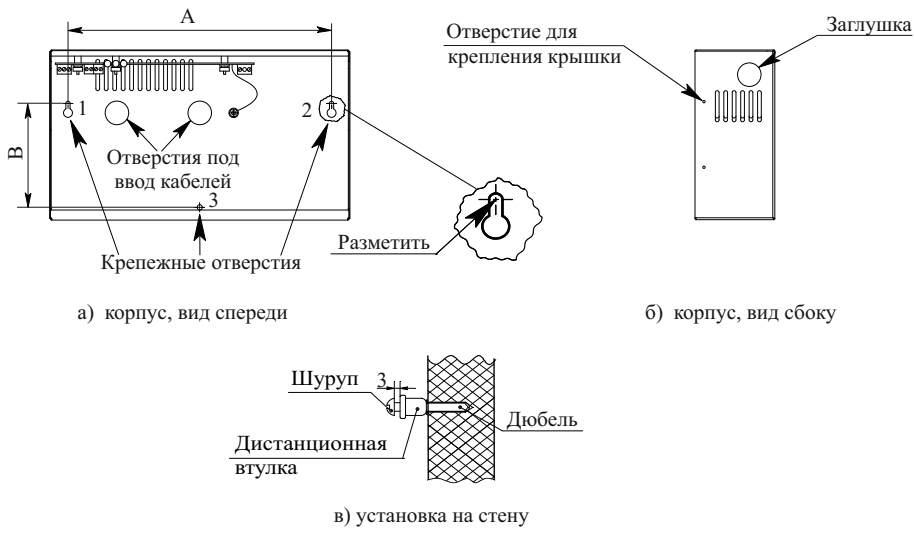

Рисунок 1
а) разметить в месте установки точки крепления через крепежные отверстия в корпусе источника (рисунок 1, а). Размеры, указанные на рисунке 1, а:
б) просверлить три отверстия Ø 6 мм (под шуруп 4 × 45), или Ø 8 мм (под шуруп 6 × 40, 6 × 80) (рисунок 1, а) и вставить в них дюбели, установить дистанционные втулки и ввернуть шурупы (рисунок 1, в) через крепежные отверстия 1 и 2;
- через отверстия находящиеся на задней стенке корпуса (рисунок 1, а);
- через отверстие находящееся на боковой стенке корпуса, предварительно выдавив заглушку подходящим под диаметр заглушки инструментом (рисунок 1, б). При необходимости возможна установка проходного изолятора проводов (в комплектность не входит);
г) повесить источник на шурупы в крепежных отверстиях 1 и 2 (рисунок 1, а). Ввернуть шуруп через дистанционную втулку в крепежное отверстие 3 (рисунок 1, в). Зафиксировать корпус, закрутив шурупы до упора;
д) при необходимости, крышку корпуса закрепить саморезами, входящими в комплектность, через отверстия, находящиеся на боковых стенках корпуса (рисунок 1, б).